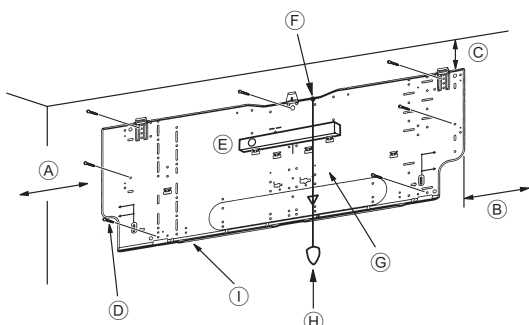
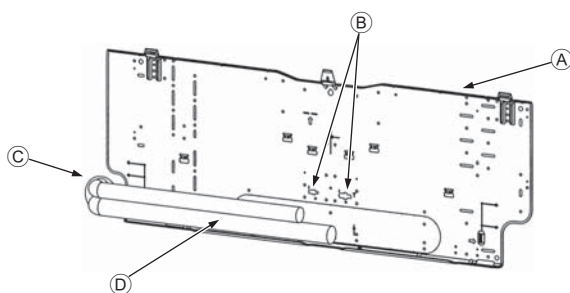

Рис. 3-4
Рис. 3-5
■ PKA-RP60, 71, 100KAL (Рис. 3-4)
- (A) Мин. 90 мм (617,6 мм и более при установке опционального дренажного насоса)
- (B) Мин. 200 мм
- (C) Мин. 70 мм (130 мм и более при использовании левой, задней левой или нижней левой трубок или опционального дренажного насоса)
- (D) Крепежные винты (4 × 25) ②
- (E) Уровень
- (F) Установите винтовое соединение в отверстие.
- (G) Установите уровень по референтной линии на монтажной плите и проверьте горизонтальность. Свесьте грузик с резьбы и совместите его с ∇ ЕРК монтажной плиты для выставления уровня.
- (H) Грузик
- (I) Монтажная плита ①
3.3. Встраивание труб в стены (Рис. 3-5)
- (A) Монтажная плита ①
- (B) Метки для фланцевых соединений
- (C) Через отверстие
- (D) Трубки, монтируемые на месте